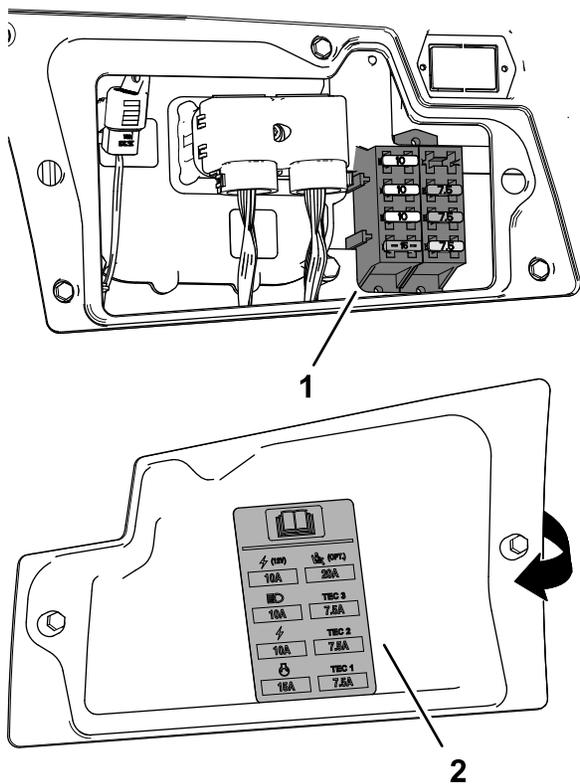

Figura 99
- Sostituire il fusibile aperto (Figura 99) con uno dello stesso tipo e amperaggio.